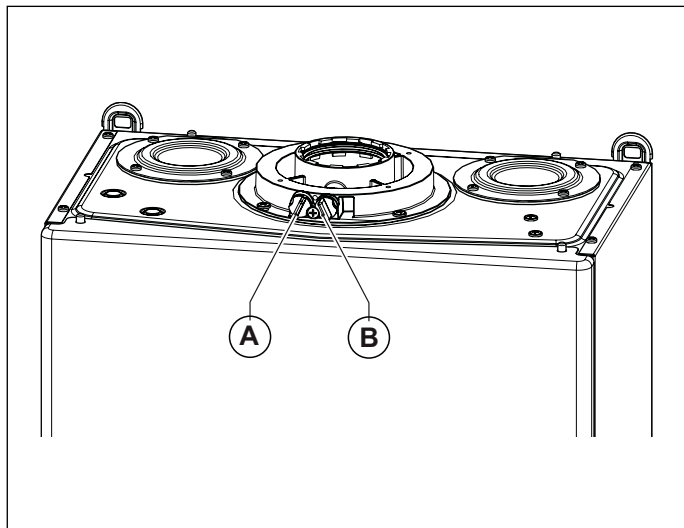
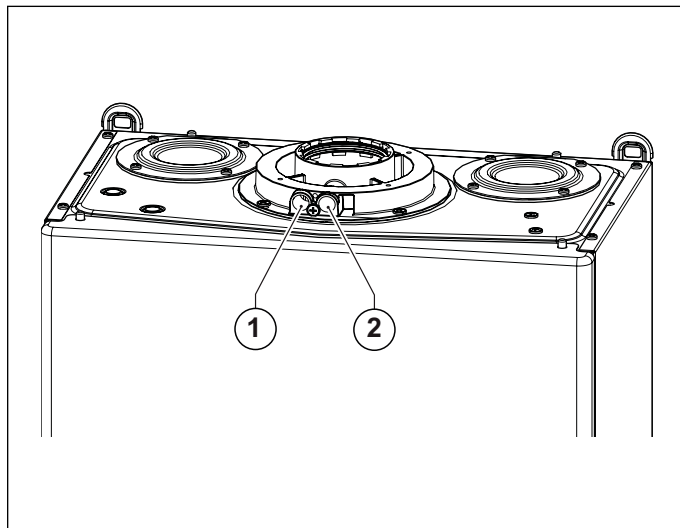

Fig. 17 Poziția bușoanelor
Fig. 18 Poziția orificiilor
Centrala termică este prevăzută cu un turn pentru racordarea conductelor de aspirație aer/evacuare gaze arse (vezi Fig. 17 Poziția bușoanelor și Fig. 18 Poziția orificiilor).
În turn au fost prevăzute orificii pentru accesul direct al aerului de combustie și pentru evacuarea gazelor arse (vezi Fig. 18 Poziția orificiilor).
Înainte de a efectua măsurătorile înlăturați bușoanele **A** și **B** din orificiile prevăzute pe turn (vezi Fig. 17 Poziția bușoanelor).
- măsurarea aerului de combustie preluat din orificiul **1** (vezi Fig. 18 Poziția orificiilor).
- măsurarea temperaturii gazelor arse și a CO2 prelevat din orificiul **2** (vezi Fig. 18 Poziția orificiilor).